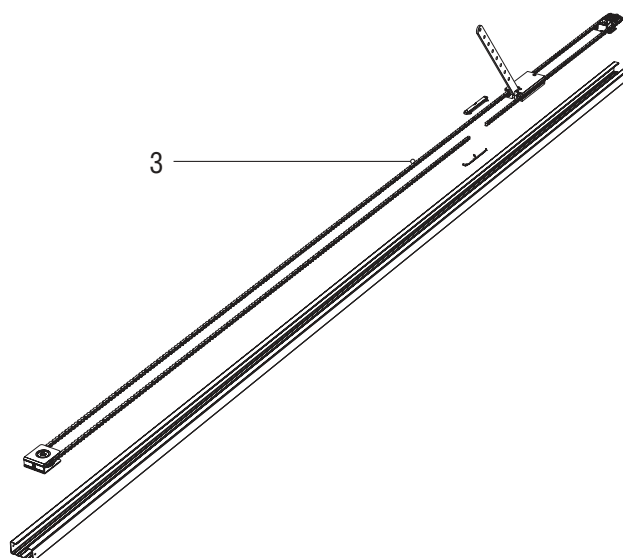

Рис. 3
4. Достаньте цепь с механизмом к ретке поз. 3 (рис. 3).